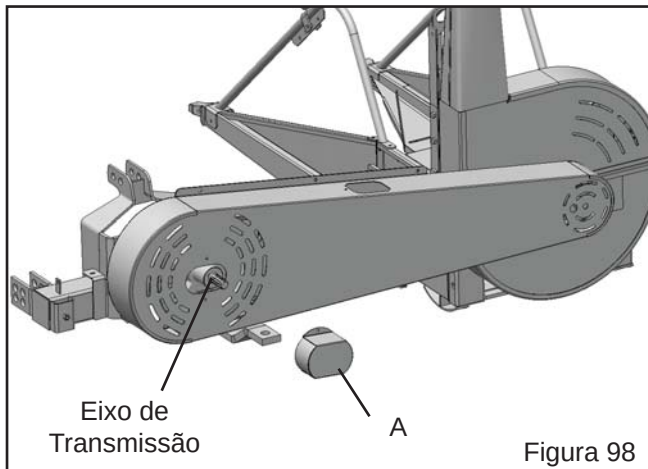

Figura 98
- Efetue primeiramente a troca do pino de segurança conforme instruções do item 10.6;
- Retire a tampa "a" (Figura 98) do eixo da tomada de potência;
- Pegue a parte fêmea do cardan (parte que vai acoplada ao trator) e acople no eixo de transmissão (Figura 98);